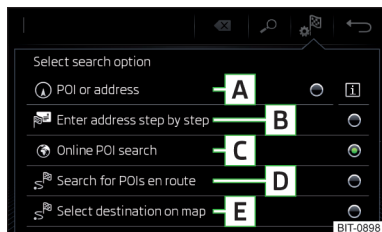

Fig. 183
Superficies de función » fig. 183
- Luego pulsar la superficie funcional de un punto del menú para la búsqueda del destino **A**, **C** o **D** » fig. 183 de la pág. 154.
- Luego pulsar la superficie funcional  → **B** » fig. 183 de la pág. 154.
- Luego pulsar la superficie funcional → **E** » fig. 183 de la pág. 154.